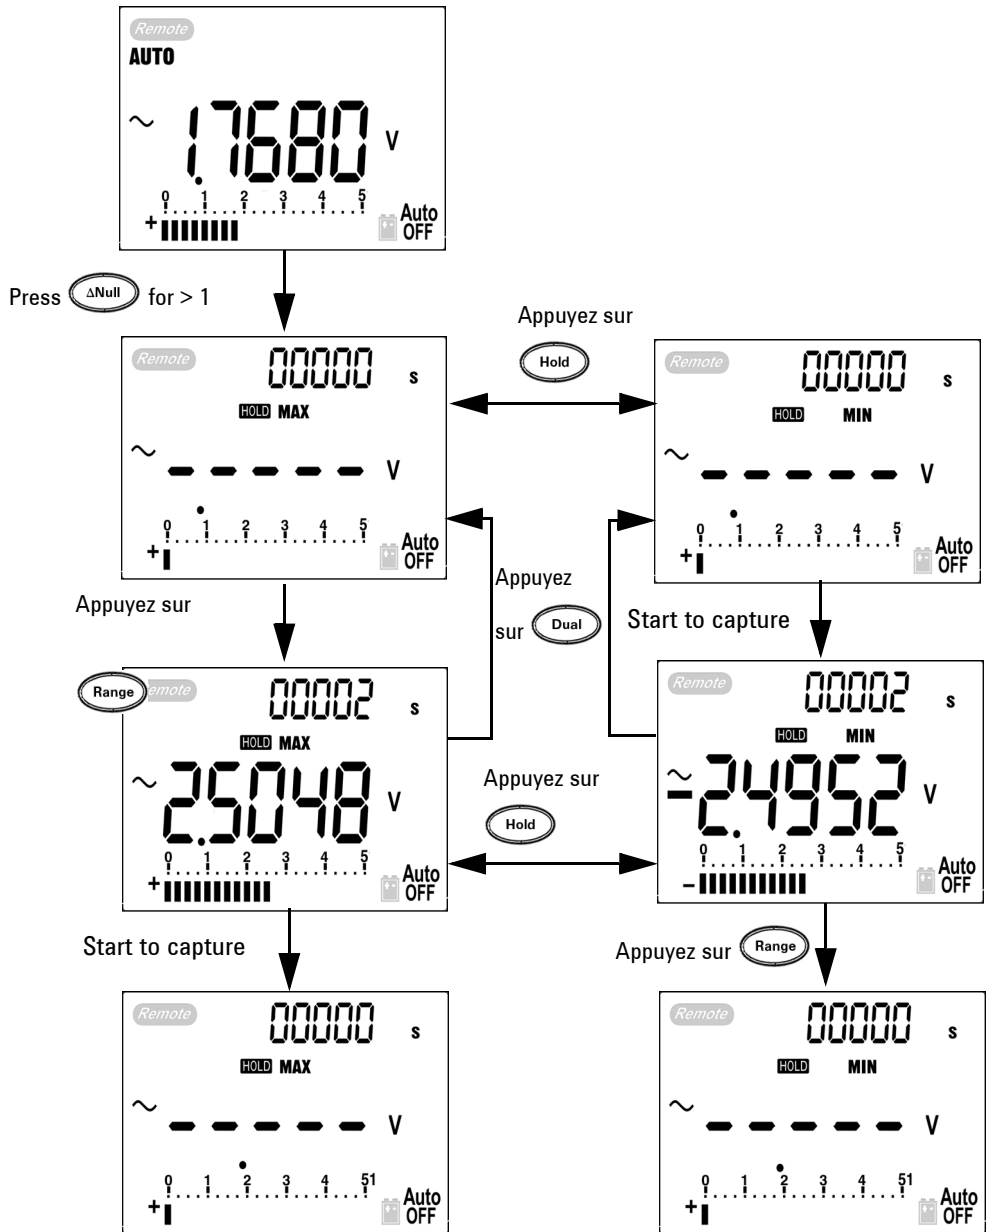

Figure 3-6 Fonctionnement en mode de gel de valeur de crête 1 ms
- 4 Selon les mesures de la Figure 3-6, le facteur de crête sera de  $2,5048/1,768 = 1,416$ .